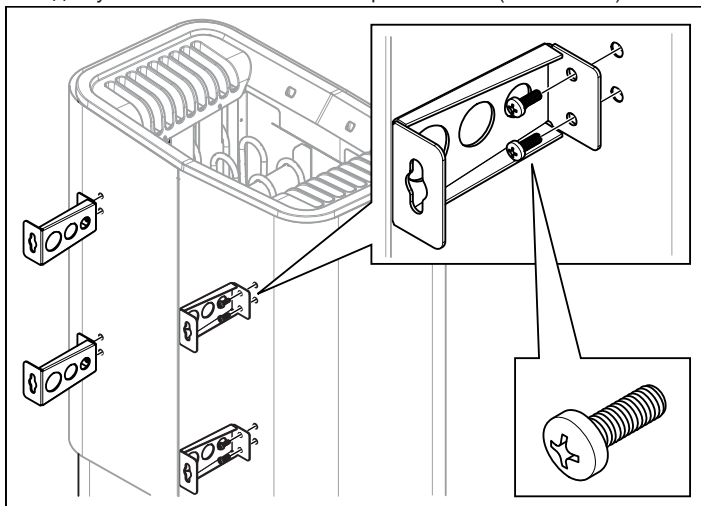

Рисунок 10: Крепление кронштейнов к нагревателю
3. Подключите электрический кабель (1) к клемме (2) (см. Рисунок 10) согласно схеме соединений (см. раздел Подключение/Схема соединений, страница 37).
- Открутите первые два винта на задней стороне нагревателя и прикрутите один из четырех кронштейнов. Повторяйте процедуру для установки всех остальных кронштейнов (см. Рис. 10).